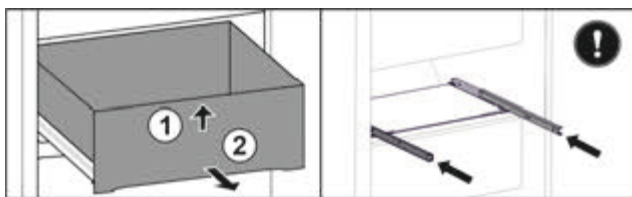

Fig. 132
- ▶ Підняти висувний ящик спереду. Fig. 132 (1)
- ▶ Вийняти висувний ящик рухом вперед. Fig. 132 (2)